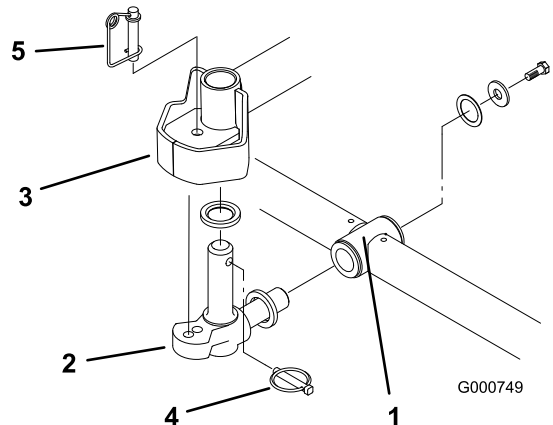

図 5
6. スラスト・ワッシャを、ピボット・ナックルの水平シャフトに差し込む図5。
7. ピボット・ナックルの水平シャフトをキャリア・フレームの取り付け穴に差し込む（図5）。
8. スラスト・ワッシャ、平ワッシャ、フランジヘッドネジを使って、ピボット・ナックルをキャリア・フレームに固定する(図 5)。
9. ピボット・ナックルの垂直シャフトにスラスト・ワッシャを差し込む(図 5)。
10. ピボット・ナックルの垂直シャフトを外している場合には、ここで昇降アームのピボット・ハブに差し込む(図 5)。昇降アームのステアリング・プレートの下にある2枚のゴム製センタリングバンパーの間に、ピボット・ナックルを挟む。
11. ピボット・ナックルのシャフトに付いている穴にリンチ・ピンを差し込む(図 5)。
ンをピボット・ナックルの取り付け穴に差し込んでください(図 5)。
14. ステアリング・ロック・ピンの下にスプリングを掛ける(図 5)。